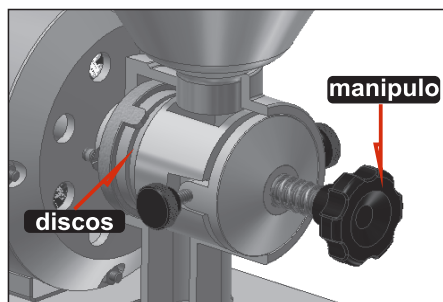

Figura 11
3.1.2 Solte o manipulô (36), girando no sentido anti-horário de forma que os disco de moagem não fiquem em atrito durante o uso do moedor de carne, conforme *figura 11*.
3.2.2 Ligue a máquina no botão liga/desliga (27) e gire no sentido horário o manipulador (36) que se encontra no mancal de regulagem (28), até ouvir um leve atrito dos disco de moagem (12) conforme *figura 11*.